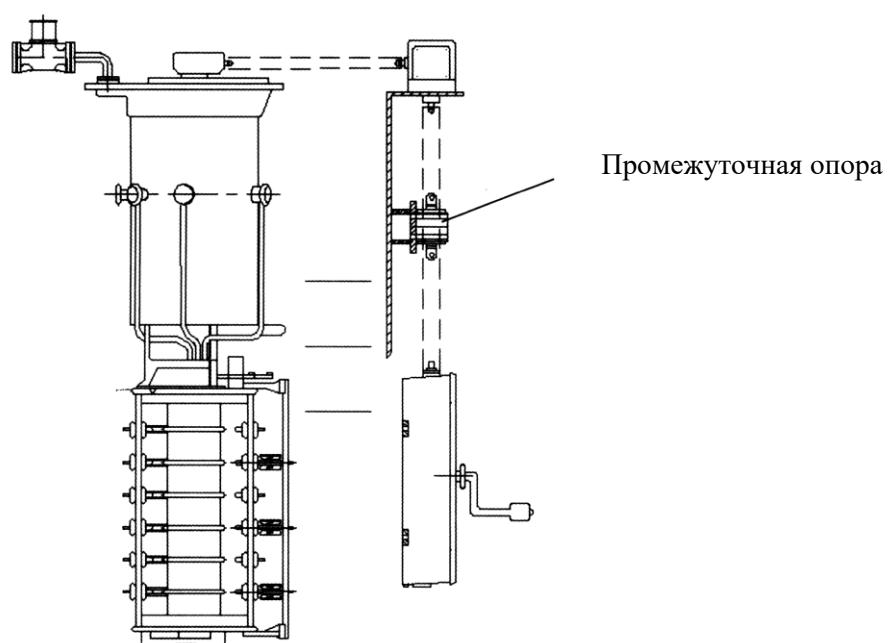

Рисунок 48 Соединение приводного вала
- 2) Соедините приводной вал с моторным приводом и устройством РПН в соответствии с инструкцией по эксплуатации на моторный привод Huaming (Рисунок 48).